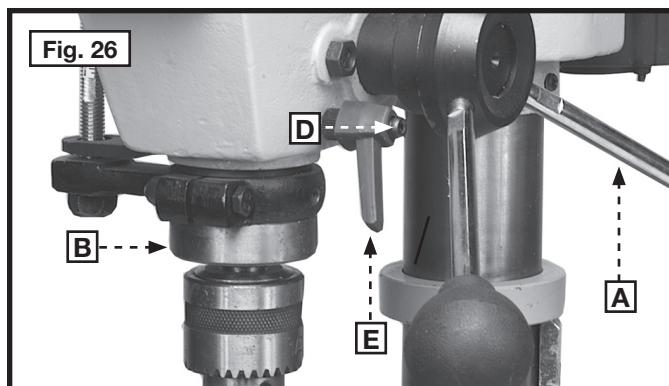

Fig. 26
Relever ou abaisser la broche avec le volant (A), fig. 26. Bloquer le fourreau (B) à n'importe quel point au cours de sa course en serrant le levier de blocage du fourreau (E).